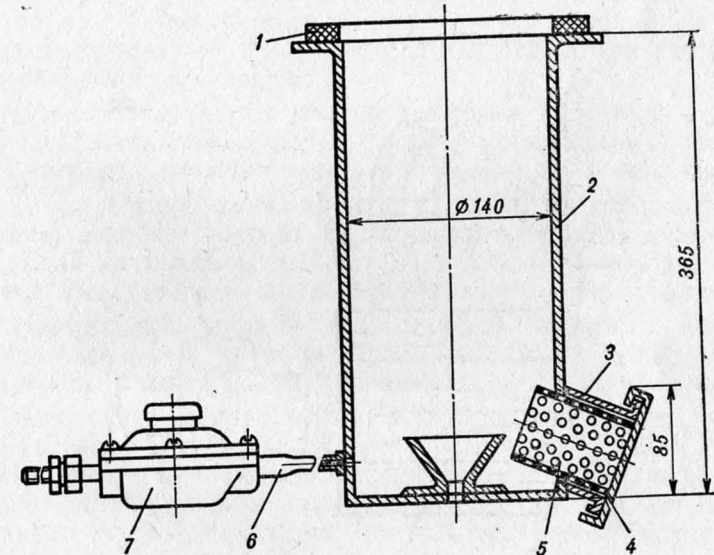

Рис. 162. Заглушка воздушного фильтра:
Для проверки герметичности впускного тракта необходимо подготовить ручной шинный насос и заглушку (рис. 162).
заложите в гнездо (рис. 162) крышки горловины (3) промасленную ветошь и подожгите ее. С началом интенсивного дымообразования вставьте крышку в горловину и плотно закройте;